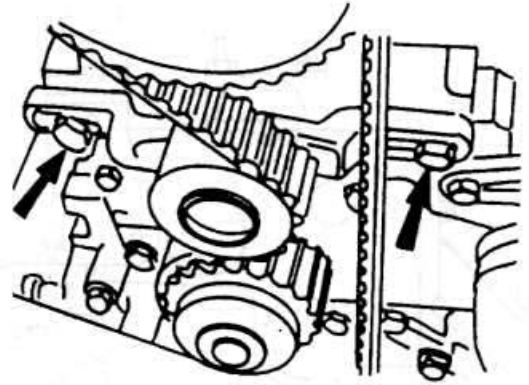

Рис. 2.90
- ♦ Ослабьте натяжитель и снимите зубчатый ремень (рис. 2.90).